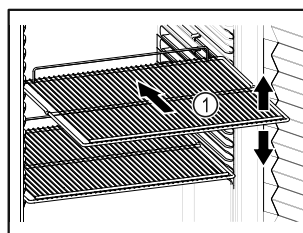

Fig. 61 Примерно изображение
- ❑ Ако стелажите за съхранение Fig. 61 (1) могат да се местят, регулирайте ги според височината.